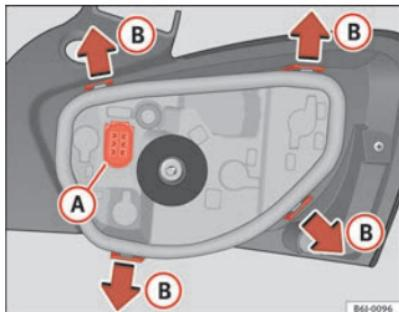

Fig. 147 Cambio lámparas luces posteriores
- Retire el portalámparas, separándolo de la carcasa. Presione para ello las pestañas B en el sentido de las flechas ⇒ fig. 147.